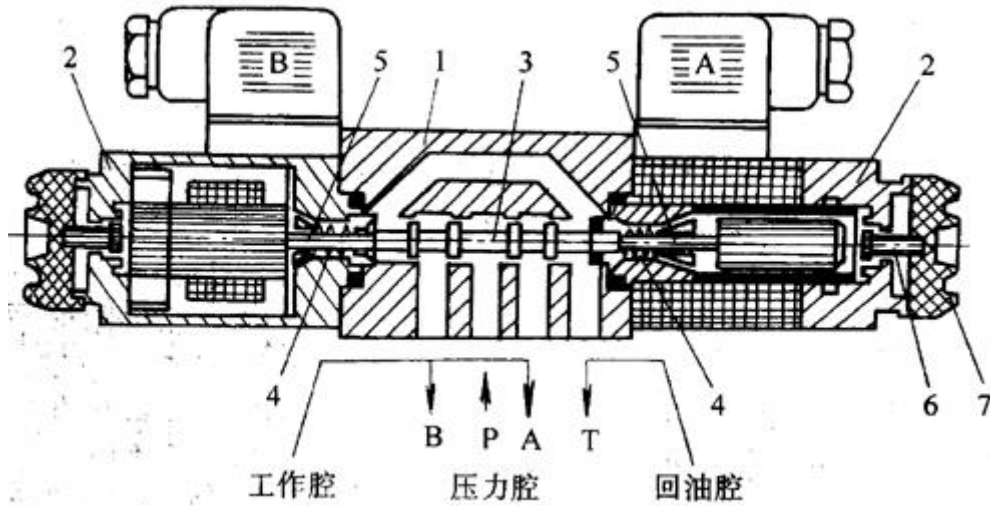
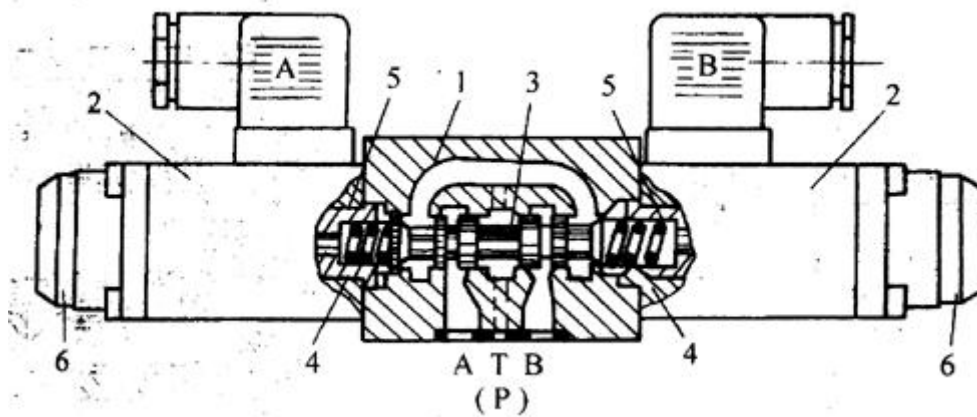
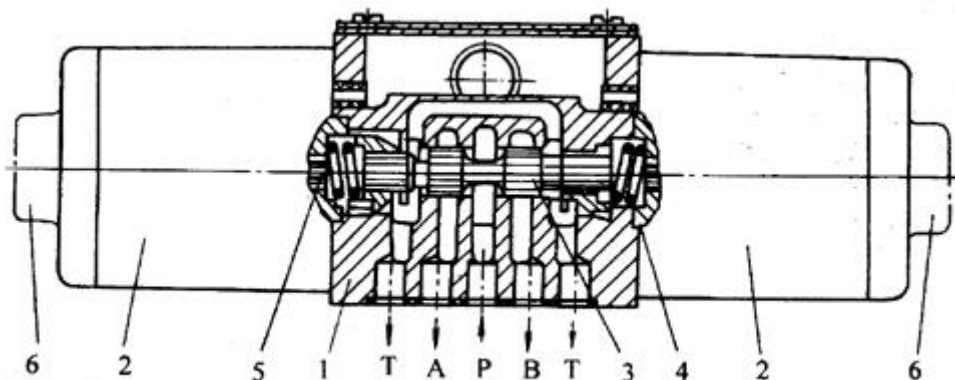
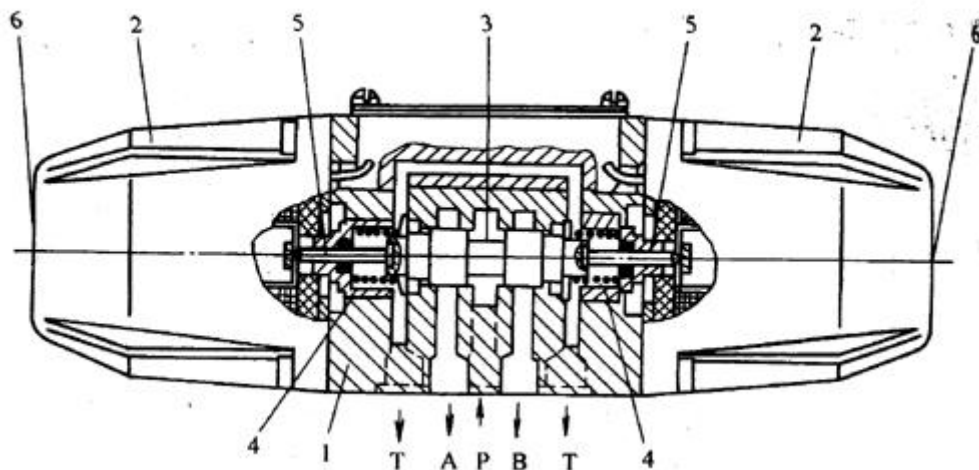

图 43 WE5 型电磁换向阀结构原理图
图 44 WE6 型电磁换向阀结构原理图
图 45 4WE10E10/A 型湿式电磁换向阀结构原理图
图 46 4WE10E10/L1 型干式交流电磁换向阀结构原理图
1) WE 型电磁换向阀 图 43、图 44、图 45 和图 46 分别是不同通径的 WE 型电磁换向阀的结构原理图。